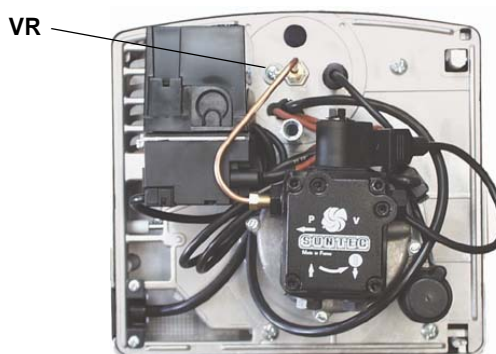
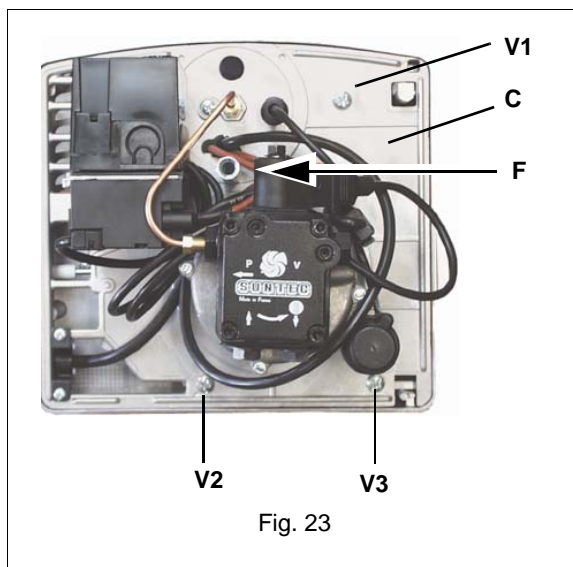

Fig. 22
Fig. 23
- 1 Agganciare la piastra in uno dei modi indicati in Fig. 22 e Fig. 23 per facilitare le operazioni di manutenzione.
**⚠ ATTENZIONE: gli elettrodi (E in Fig. 23) devono essere posizionati lateralmente alla testa di combustione.**
**⚠ NOTA: Nel rimontare la piastra componenti, fare attenzione che il perno della serranda entri nell'apposita sede B (vedere Fig. 23).**